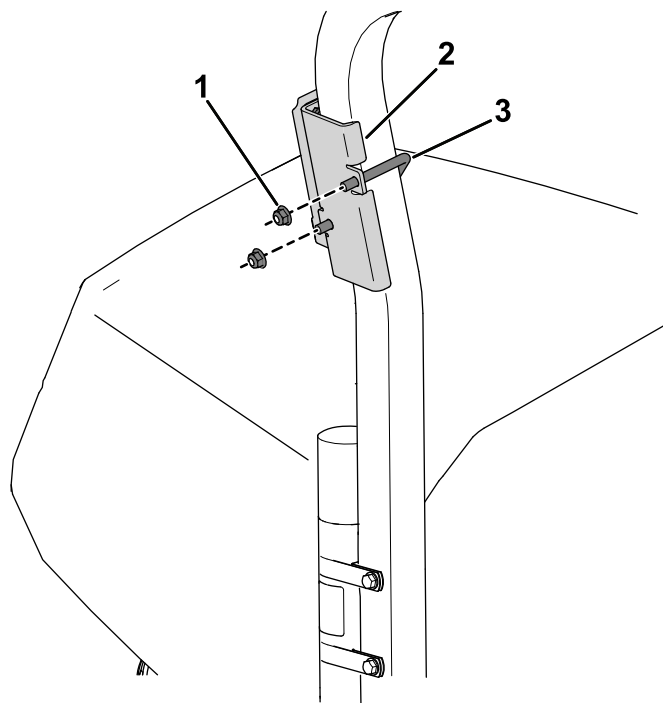

Figure 7
2. Avec un étrier fileté et 2 écrous à embase ($\frac{3}{8}$ "), fixez le support du dispositif sur la surface au-dessus du tube de rangement du manuel sur l'arceau de sécurité (Figure 7).